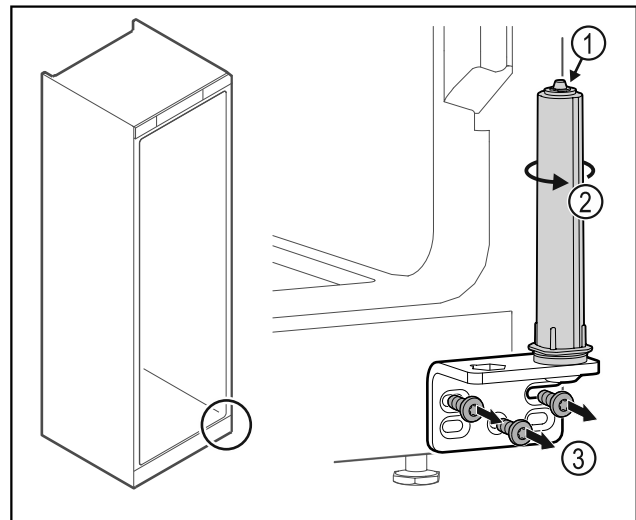

Fig. 51
▶ Nerozebírejte uzavírací systém dvířek Fig. 51 (1).
- ▶ Otáčejte uzavíracím systémem Fig. 51 (2), dokud nezacvakne.
- ▶ Odšroubujte úhelník závěsu Fig. 51 (3).